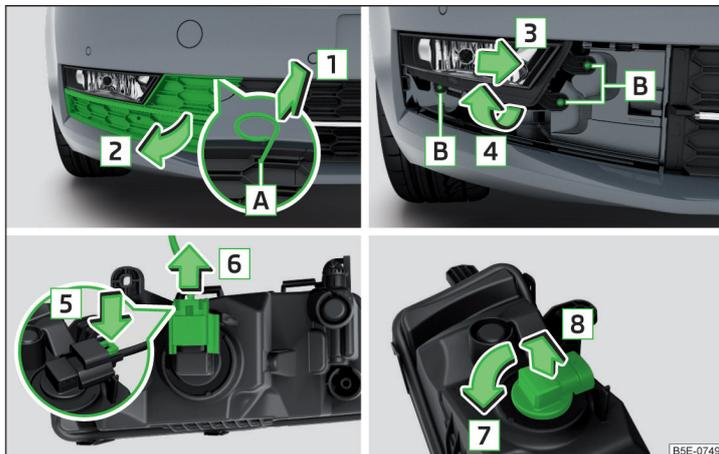

Abb. 351 Nebelscheinwerfer herausnehmen / Glühlampe wechseln - Variante 1
- › In die Öffnung **A** » Abb. 351 den Bügel zum Abziehen der Radvollblenden einführen.
- › Den Nebelscheinwerfer entgegen der Pfeilrichtung **4** » Abb. 351 einsetzen, entgegen der Pfeilrichtung **3** verschieben und festschrauben.